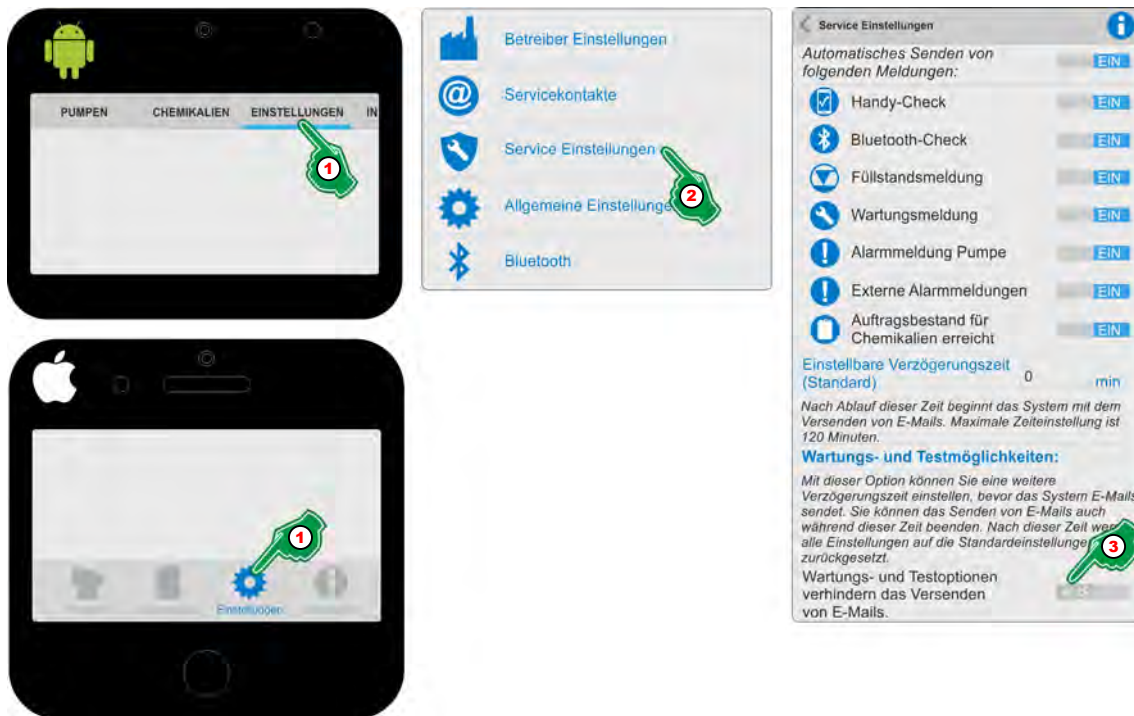

Abb. 53: „Einstellbare Verzögerungszeit“
1. ▶ **[Einstellungen]** (Abb. 53, Pos. 1) auswählen.
2. ▶ **[Service Einstellungen]** (Abb. 53, Pos. 2) auswählen.
3. ▶ „Wartungs- und Testmöglichkeiten“ (Abb. 53, Pos. 3) **EIN** Schalten.